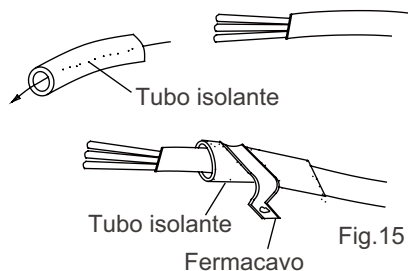

Fig.15
- (3). Come fissare un cavo di collegamento e un cavo di alimentazione mediante un fermacavo. Dopo aver inserito il cavo di collegamento e il cavo di alimentazione all'interno del tubo isolante, fissare quest'ultimo con il fermacavo (Fig.15).